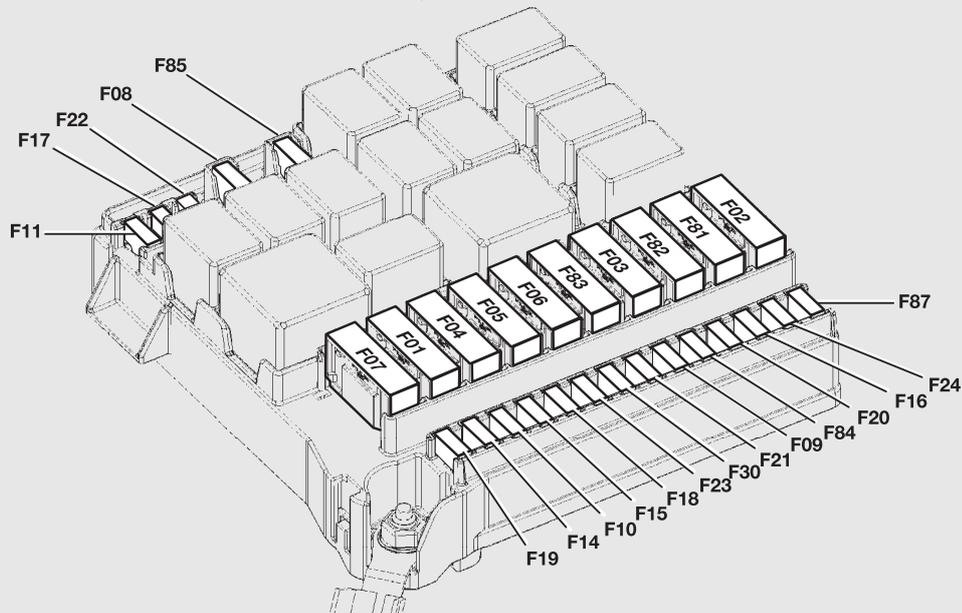

fig. 171
- risulta in tal modo accessibile la centralina fusibili fig. 171.
DISPOSITIVO PROTETTO - fig. 171